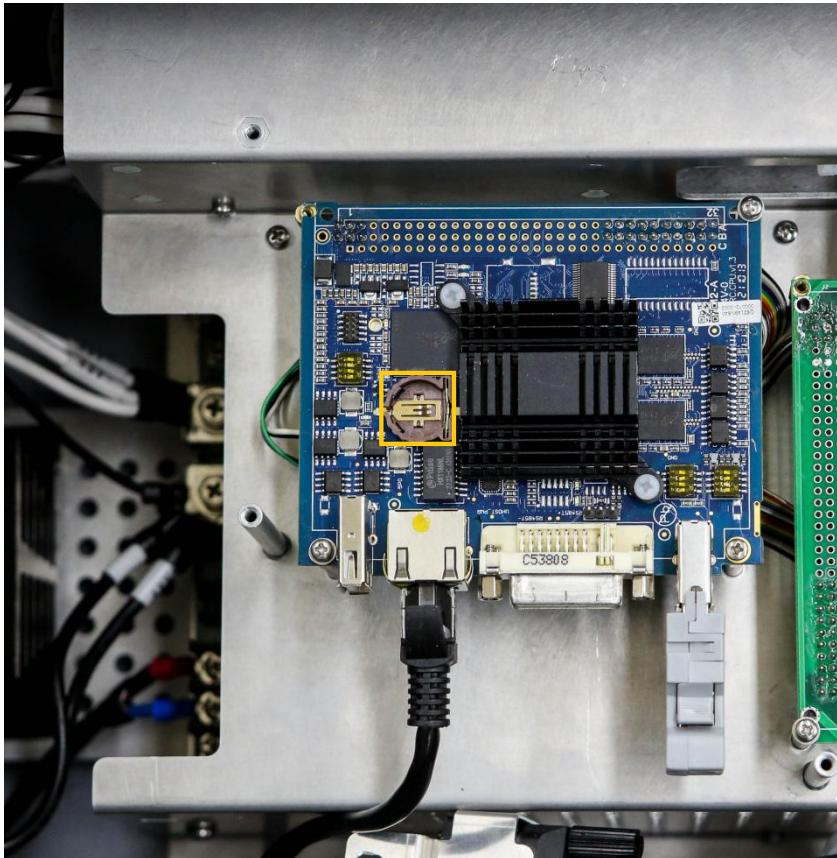

图 5-6：电池安装位置
3. 用十字螺丝刀拆下核心板上保护钣金的 5 颗固定螺丝，取下钣金，找到核心板 3V 纽扣电池安装位置，如图 5-6 所示。